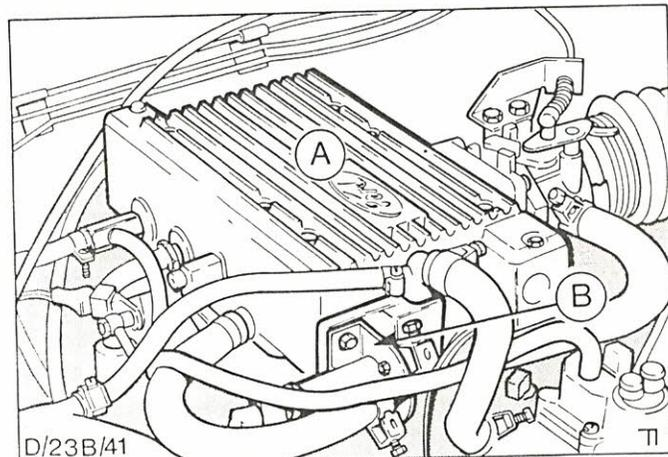

Abb.92 Luftkammer abbauen
- Zusatzluftschieber, Abb.92,
8. Luftkammer (8 Schrauben) vom Ansaugkopf abmontieren, Abb.92.